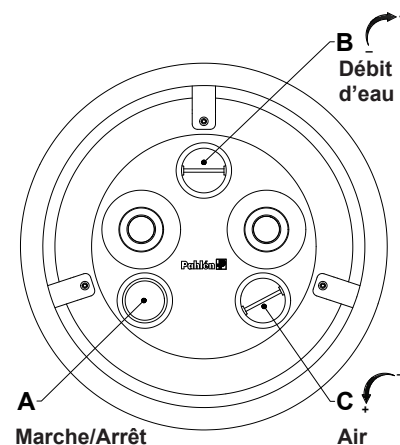

Figure 1.
8. Vérifiez que le sens de rotation de la pompe correspond au sens du débit du système. Ouvrez les vannes. Remplissez complètement la pompe avec de l'eau avant de la mettre en marche avec le bouton-poussoir (A fig. 1) sur la façade en acier inoxydable.
9. Le débit peut être réglé avec le bouton (B fig. 1) au-dessus des buses de sortie. De l'air peut être ajouté aux jets d'eau avec le bouton (C fig. 1) sous les buses de sortie.
9. Le débit peut être réglé par le bouton (B fig. 1) au-dessus des buses de sortie. De l'air peut être ajouté aux jets d'eau avec le bouton (C fig. 1) sous les buses de sortie.
La pompe de Jet Swim est mise en marche et arrêtée avec une impulsion d'air via le bouton-poussoir (A) situé à l'avant en acier inoxydable, voir Figure 1.
Le débit peut être réglé par le bouton (B, fig. 1) au-dessus des buses de sortie.
De l'air peut être ajouté aux jets d'eau avec le bouton (C fig. 1) sous les buses de sortie, voir Figure 1.